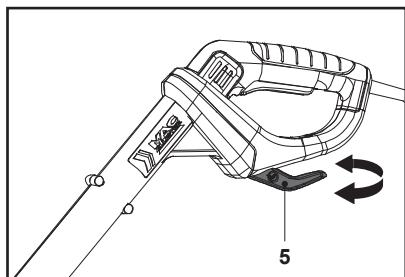

Fig. 27
3. Pressione a proteção de plantas (13) para dentro, se necessário.
4. Rode o recipiente de cabo (rotativo) (5) e certifique-se de que a ponta do recipiente de cabo (rotativo) (5) está virada para trás (Fig. 27).